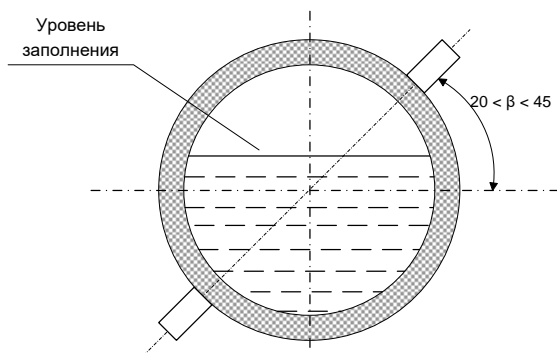

Рис.2
13.1. При эксплуатации расходомера бывают ситуации, когда трубопровод не полностью заполнен жидкостью или опустошен. **Корректные измерения в этом случае невозможны**, и показания прибора должны быть равны 0. Для выполнения этого требования рекомендуется Z-вариант установки излучателей, угол β между плоскостью установки излучателей и горизонтальной плоскостью должен быть больше 20° (рис. 2)